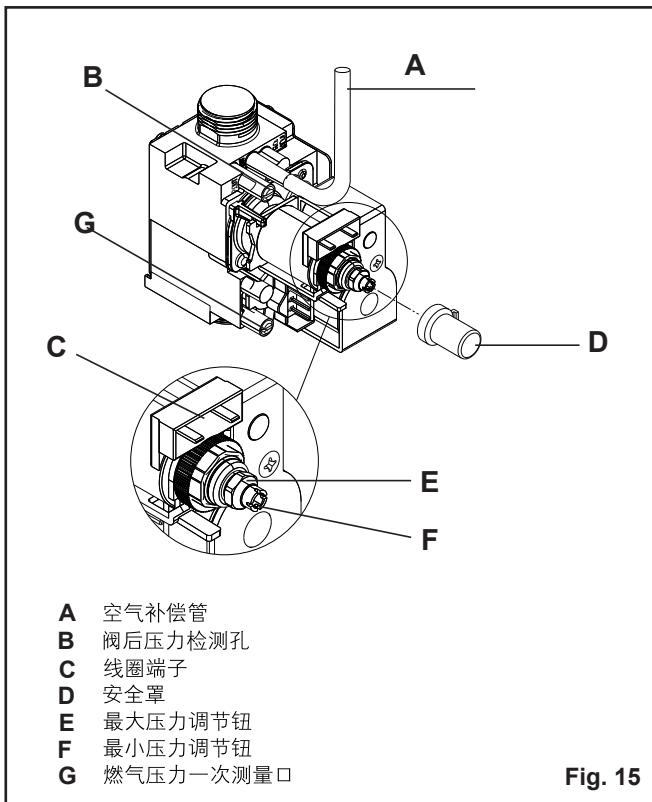

Fig. 15
9. 第一次点火与调试 (Fig.7, Fig.15–Fig.17)
- 松开二次测压口 B 内螺丝两圈，接上测压计 (Fig.15);
- 取下空气补偿管 A (Fig.15)。
- 取下安全帽 D (Fig.15)
- 等压力稳定后，调节调节阀内芯 F (Fig.15)，至压力计符合最小二次压力（见燃气参数表）
- 用 10 号扳手，调节最大功率调节螺母 E (Fig.15)，至压力计符合额定压力（见燃气参数表）